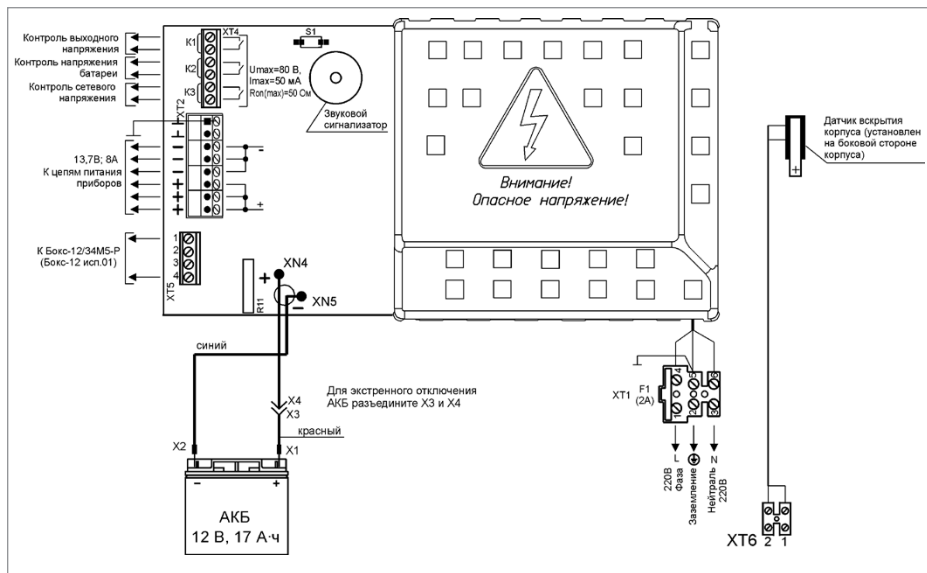

Рисунок 14. Схема подключения РИП-12 исп.17 (РИП-12-8/17М1-Р)
1.6. Схема подключения РИП-12 исп.17(РИП-12-8/17М1-Р) приведена на Рисунок 14.
1.13. Проверьте правильность произведённого монтажа в соответствии со схемой подключения (Рисунок 14).
2.12. Отключите аккумуляторную батарею от платы РИП, отсоединив контакты X1, X2 от клемм АКБ (см. Рисунок 14).